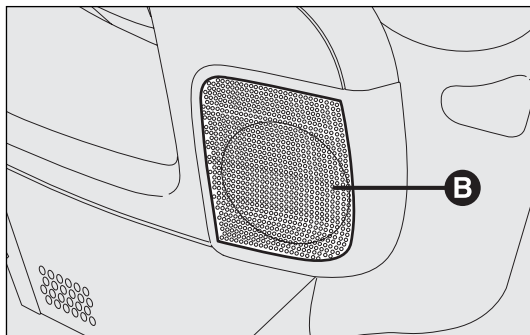

fig. 138
- 2 mid-woofer B placés dans les portes AV (diamètre 165 mm, puissance 40 W maximum chacun) fig. 138;